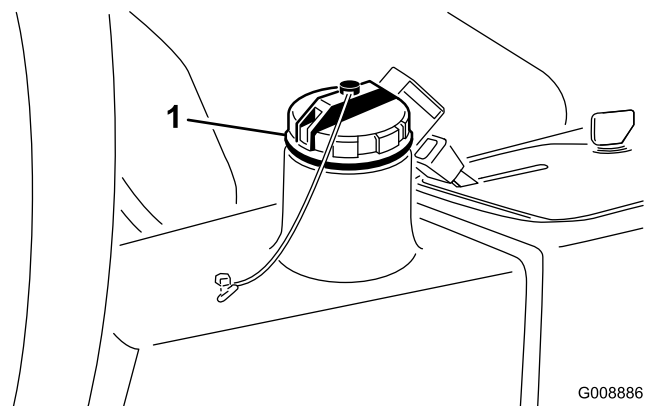

Figura 24
2. Limpie la zona alrededor del cuello de llenado y el tapón del depósito hidráulico (Figura 24). Retire el tapón.